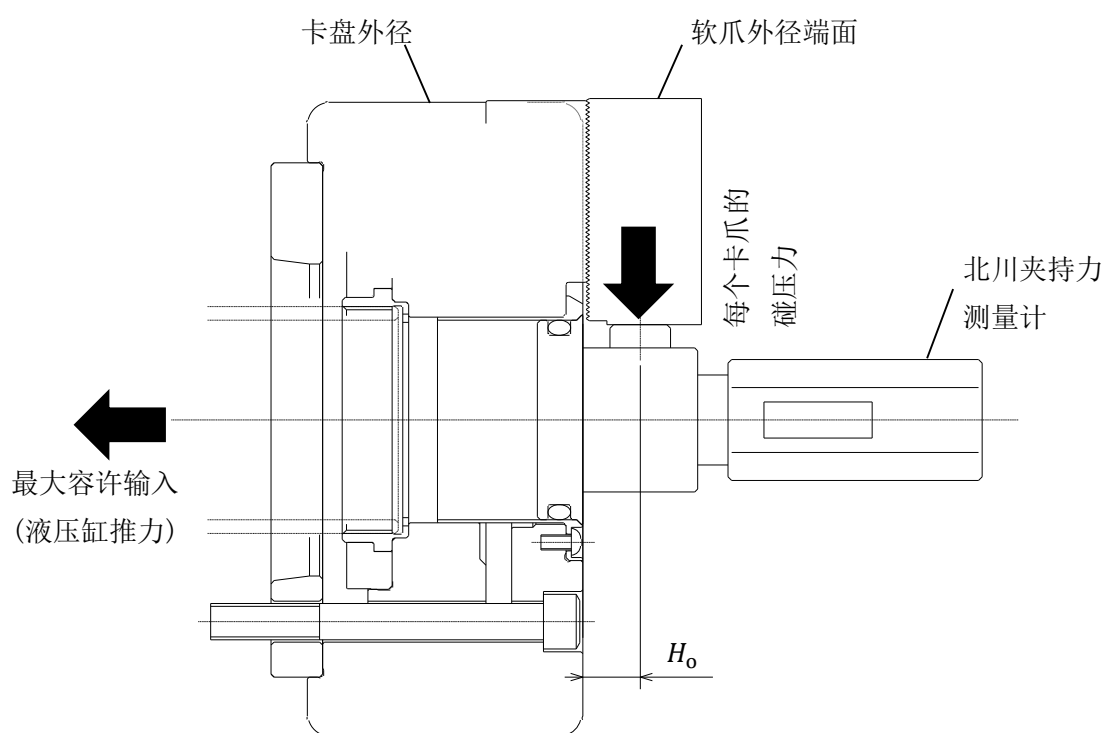

图 5 夹持力测量方法
- 使用北川夹持力测量计进行测量, 夹持位置为图 5 的高度。(同时参照第 13 页的表 5)